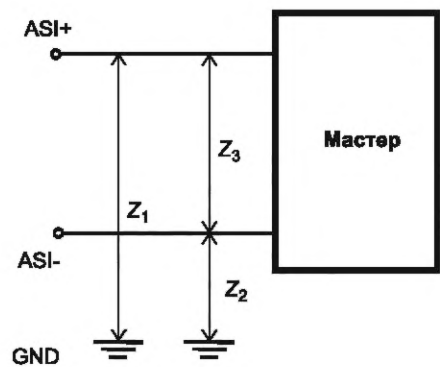

Рисунок 56 — Импедансы мастера
- для обеспечения высокой помехоустойчивости рекомендуется минимизировать разницу обоих импедансов (ASI+ и ASI- относительно земли) в пределах диапазона частот, в котором ожидается шум. В диапазоне частот от 50 до 300 кГц разница  $|\Delta Z|$  этих импедансов ( $Z_1$ ,  $Z_2$ ) (см. рисунок 56) должна соответствовать тем же требованиям симметрии, которые определены для ведомых устройств (см. 8.4.4.5).